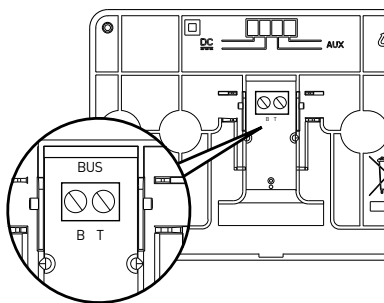

fig. 1
- connecter la paire de fils au connecteur (fig. 1)